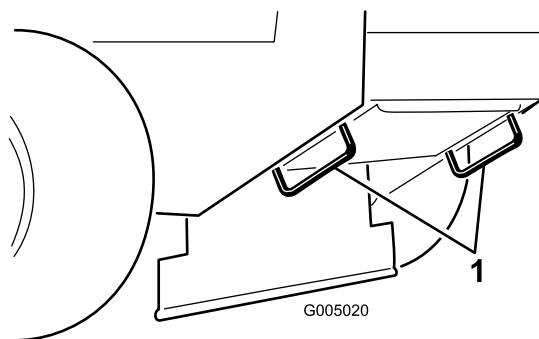

Figure 12
5. Servez-vous des points d'attache en métal de la machine pour arrimer solidement la machine sur la remorque ou le véhicule utilitaire avec des sangles, des chaînes, des câbles ou des cordes (Figure 12).